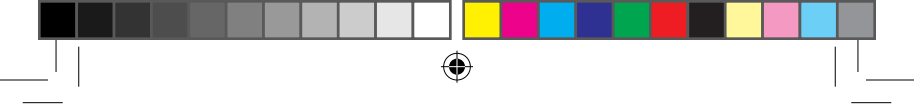

Fig. 1
-Pulse el botón encendido/apagado (E).
-La pantalla LCD se pondrá de color azul viéndose todos los valores (Fig. 1) y oírás una alarma. Luego de este chequeo inicial la pantalla mostrará la temperatura 0.0 indicando que ya está listo para realizar una medición.